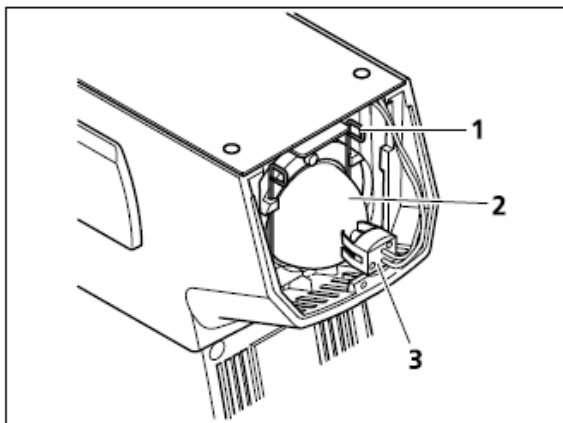

图. 3-22 安装 12V 50W 卤素灯泡
- I 将新的灯泡(图 3-22/2)安装上(灯泡会通过沟槽卡紧)
- I 将弹簧夹(图 3-22/1)重新向上掰至卡住灯泡位置
- I 检查灯泡是否放好,插紧连接线(图 3-22/3),注意确保不要弄弯针脚.